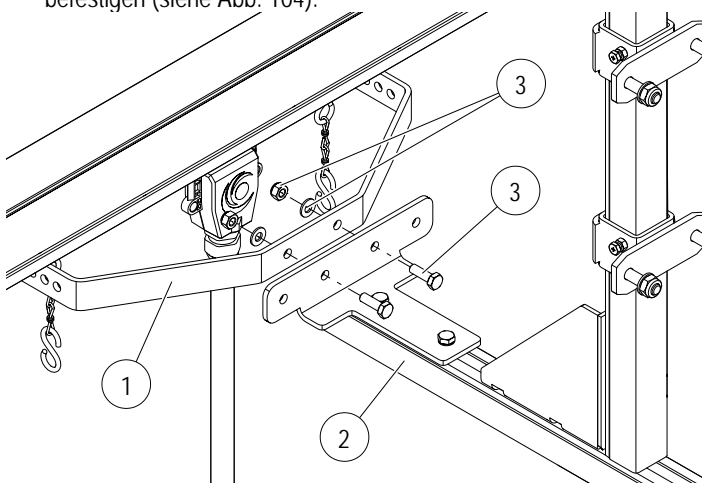

Abb. 104: Mitnehmer (Pos. 1) an Konsole (Pos. 2) montieren
- Mitnehmer (Pos. 1) an die Konsole (Pos. 2) montieren. Befestigungselemente (Pos. 3) mit einem Schraubendreher (27,3 Nm) befestigen (siehe Abb. 104).